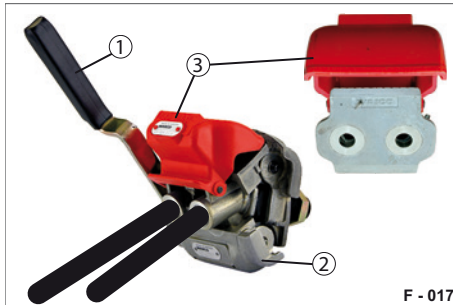

Abb. 20 Duo-Matic, abgekuppelt
- ▶ Ziehen Sie den Handgriff (Abb. 20/1) der Duo-Matic Schnellkupplungsdose nach oben und ziehen Sie den Kupplungskopf (Abb. 20/3) unter dem Schutzdeckel hervor.